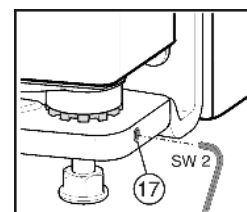

Fig. 12
- ▶ Dévisser un peu la vis sans tête Fig. 12 (17) (maximum un tour!).
- ▶ Resserrer la tige filetée Fig. 12 (17) pour fixer le pivot.